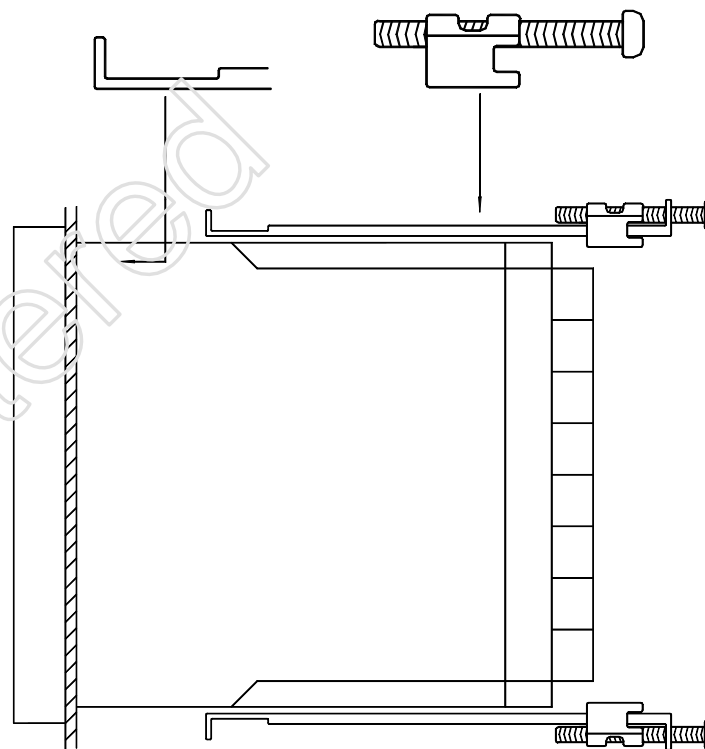

图 2
- 将仪器后部从开口正面插入，将两根锁紧条装上并锁紧（见图 2）。